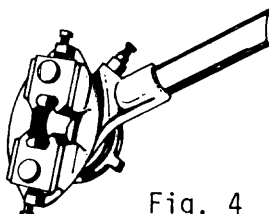

Fig. 4
*TERRAJA DE DOS DADOS Y GUÍA AJUSTABLE* (fig. 4).